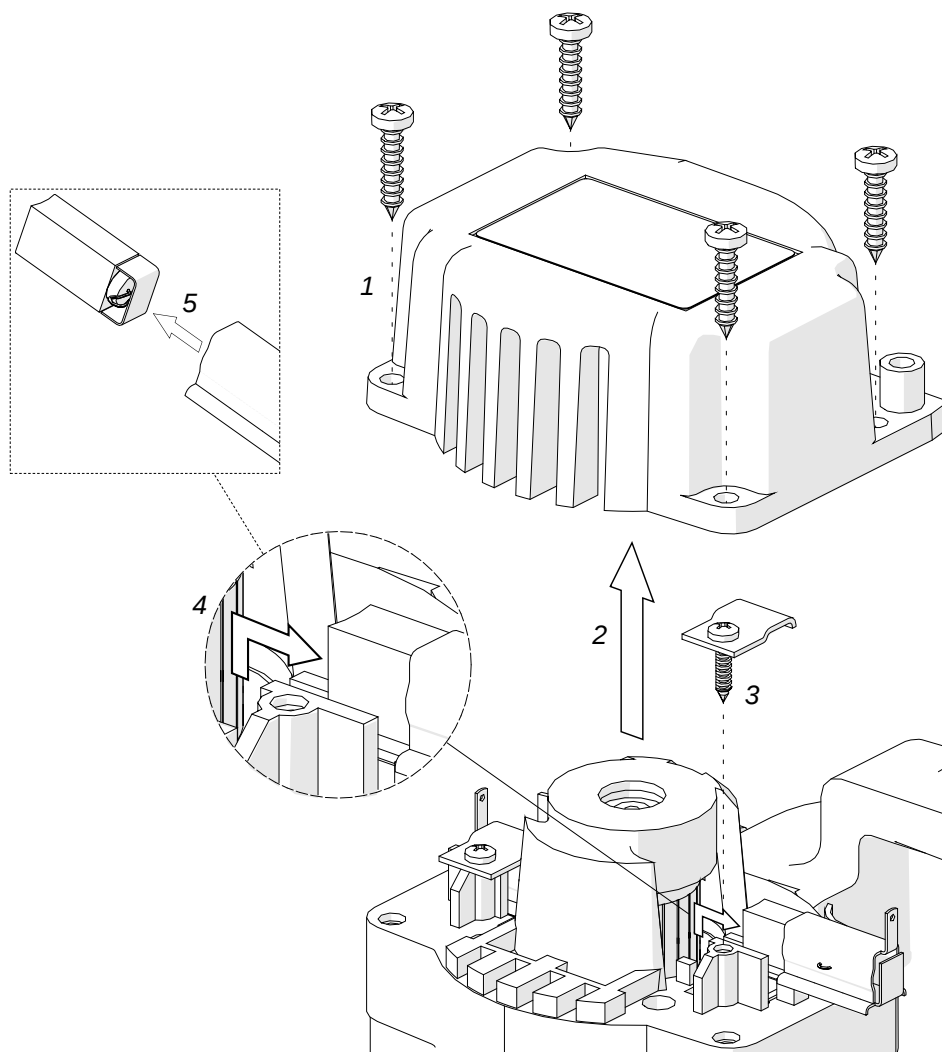

Рис. 8 Замена угольных щёток
Для этого необходимо отсоединить сетевой шнур от розетки, выкрутить 4 винта (1, рис. 8) и снять крышку двигателя (2). Открутить нажимную пластину (3), вынуть щёткодержатель (4) и угольную щётку (5). Таки же способом произвести снятие второй щётки, расположенной на обратной стороне двигателя. Для установки щёток, описанные манипуляции провести в обратном порядке. После замены щёток необходимо произвести их «обкатку» работой машины без нагрузки в течение 20-ти минут.